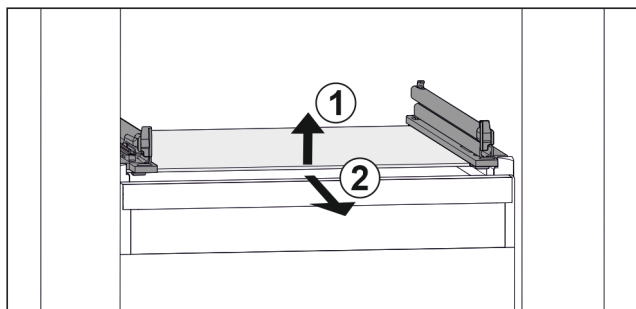

Fig. 61 Příklad znázornění skleněné desky
- ▶ Nadzvedněte skleněnou desku vpředu. Fig. 61 (1)
- ▶ Vyjměte skleněnou desku dopředu. Fig. 61 (2)